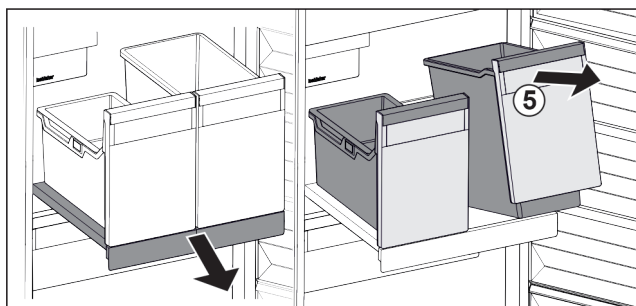

Fig. 82
- ▶ Soulever les bacs Fig. 82 (5) par l'avant.